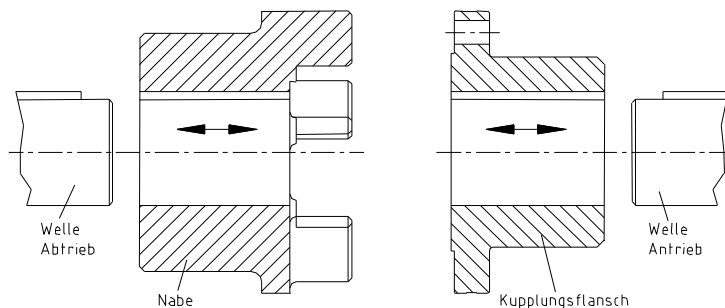

Bild 3: Montage der Kupplungsflansche
- Montieren Sie den Kupplungsflansch auf die Welle der Antriebsseite und die Nabe auf die Welle der Abtriebsseite (siehe Bild 3). Die Innenseite der Teile müssen bündig mit den Stirnflächen der Wellen abschließen.